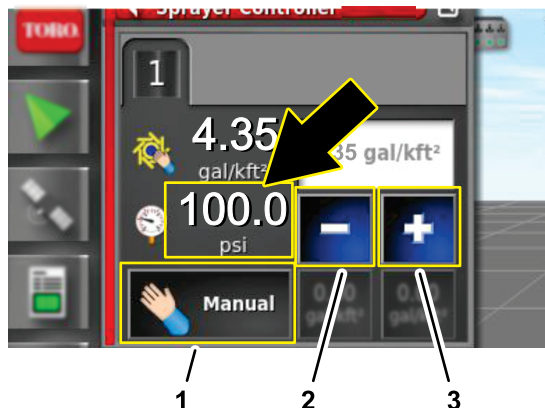

图 242
- 在喷洒率控制器对话框中按喷洒率控制模式图标直到手动模式显示图 242。
- 按递减图标-或递增图标+将喷洒系统压力图 242调节至 6.9bar。